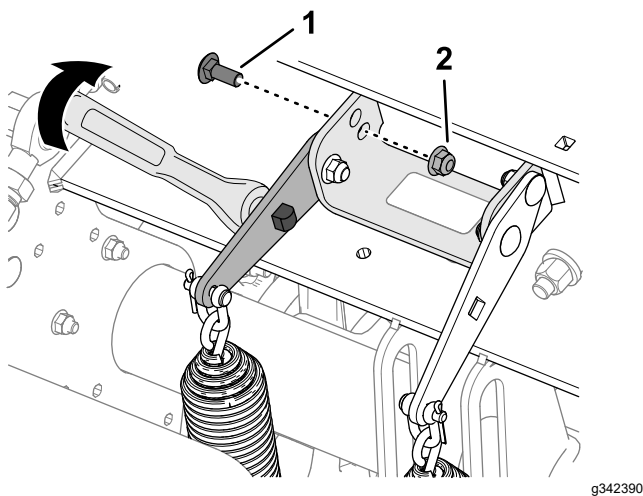

Figure 119
4. Insérez un manche à rochet de ½ pouce ou une barre de levier dans le trou carré de la patte de tension du ressort (Figure 119).